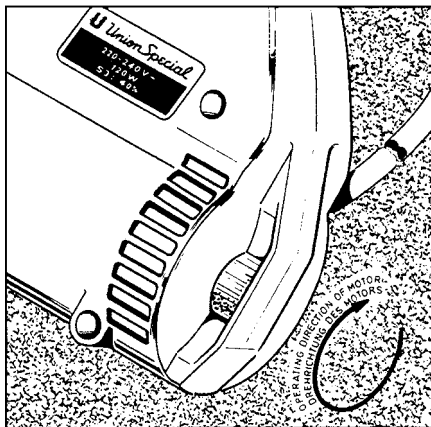
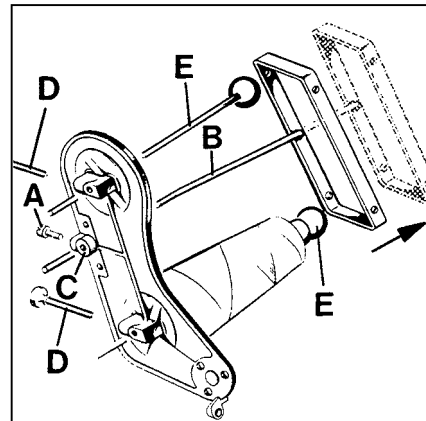
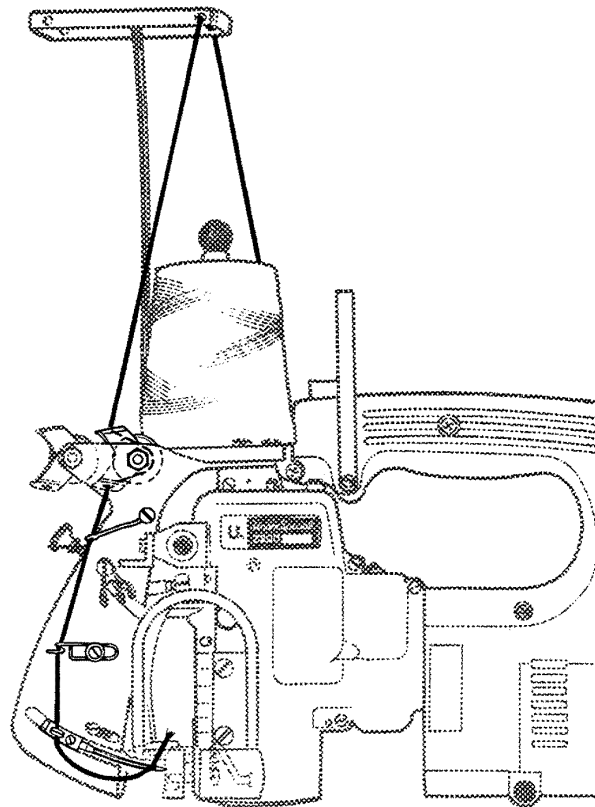

Fig.2
Fig.3
Fig.4
Check by turning the motor handwheel in operating direction (see Fig. 2) if the machine works. A slight resistance will be felt as the feed dog rises. Loosen screw (A, Fig. 3) and set thread rod (B) so that its lower end is flush with the underside of thread cone support (C). Retighten screw (A).
Prüfen Sie durch Drehen des Motor-Handrades in Drehrichtung (siehe Fig. 2), ob die Maschine arbeitet. Beim Hochgehen des Transporteurs wird ein leichter Widerstand spürbar.
Lösen Sie die Schraube (A, Fig. 3), und stellen Sie die Fadenstange (B) so, daß ihr unteres Ende mit der Unterseite des Garnrollenträgers (C) bündig ist. Ziehen Sie die Schraube (A) wieder an. Prüfen Sie die Einfädung der Maschine, Beachten Sie die Einfädanleitung Fig. 4 und den Abschnitt "EINFÄDELN".
Loosen thumb screw(s) (D, Fig. 3) in the thread cone support, pull out the spool pin(s) (E) and remove the empty thread cone(s).
Thread the machine as shown in Fig. 4.
For threading the looper (double locked stitch machines only) open the hinged cover (A, Fig. 4) and turn motor handwheel in operating direction until the needle is in its lowest position below the throat plate. Reclose hinged cover (A) after threading.
The tension (L, Figs. 4 and 13) controls the looper thread and the tension (N) controls the needle thread. Only a slight tension should be applied on the looper thread. The tension applied on the needle thread depends upon the size of the thread and the thickness of the fabric to be sewn and has to be regulated till the machine sews and chains off perfectly.
The presser foot pressure is regulated with the knurled regulating screw (B, Fig. 4).
Lösen Sie die Rändelschraube(n) (D, Fig. 3) im Garnrollenträger, ziehen Sie den (die) Spulensstift(en) heraus und entfernen Sie die leere(n) Garnrolle(n).
Fädeln Sie die Maschine wie in Fig. 4 gezeigt ein.
Zum Einfädeln des Greifers (nur bei Doppelkettenstichmaschinen) öffnen Sie die Verschußklappe (A, Fig. 4) und drehen am Motor-Handrad in Drehrichtung bis die Nadel in der tiefsten Stellung unter der Stichplatte ist.
Die Spannung (L, Fig. 4 und 13) reguliert den Greiferfaden und die Spannung (N) den Nadelfaden.
Der Drückerfußdruck wird mit der gerändelten Stellschraube (B, Fig. 4) reguliert.
Loosen the screw (D, Fig. 4) for the needle and draw out the needle. Insert the shank of the new needle as far as it will go into the needle seat and with the flat on the shank facing to the front.
Lösen Sie die Schraube (D, Fig. 4) für die Nadel und ziehen Sie die Nadel heraus. Stecken Sie den Kolben der neuen Nadel bis zum Anschlag in den Nadelsitz und so, daß die Fläche am Kolben nach vorne zeigt.